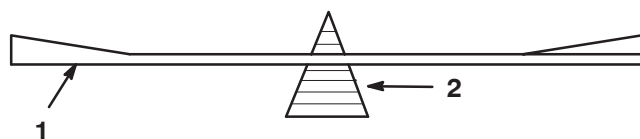

Figure 30
2. Vérifiez l'équilibre de la lame en la plaçant sur un équilibreur (Fig. 30). Si la lame reste horizontale, elle est équilibrée et peut être utilisée. Si la lame est déséquilibrée, limez un peu le dos de la lame. Répétez la procédure jusqu'à ce que la lame soit équilibrée.